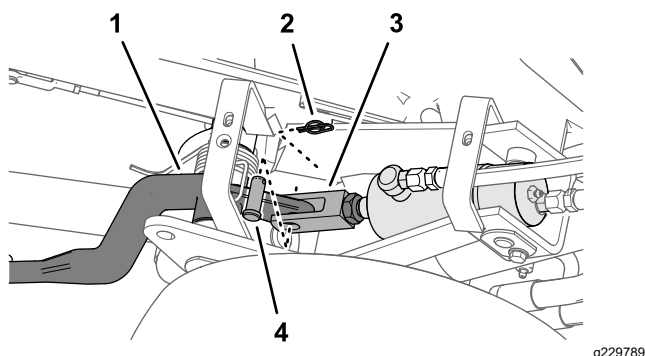
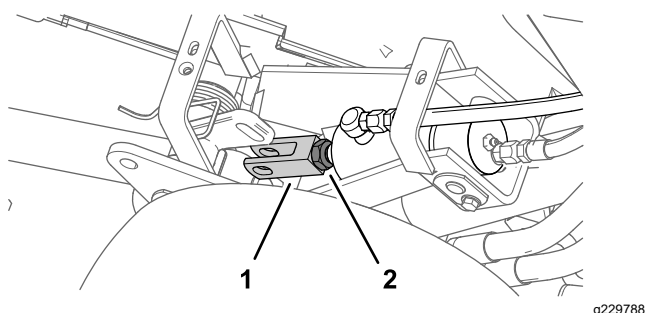

Figura 52
Figura 53
3. Afloje la contratuerca que sujeta la horquilla al cilindro de la unidad de corte que debe ser ajustada (Figura 52).
- Retire la chaveta y el pasador de horquilla (Figura 52)
- Gire la horquilla hasta obtener la altura deseada (Figura 53).
- Monte la horquilla en el brazo de elevación con el pasador de horquilla y la chaveta, y apriete la contratuerca (Figura 52 y Figura 53).